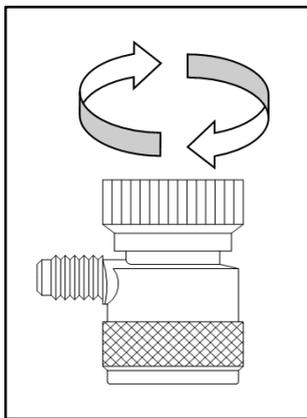

Figure 1
Les raccords rapides avec verrouillage de sécurité (**ROUGE** et **BLEU**) doivent être ouverts en tournant les molettes dans le sens indiqué à la Figure 1:
8. Tournez les molettes jusqu'à ce que les vannes s'ouvrent (voir Figure 1).